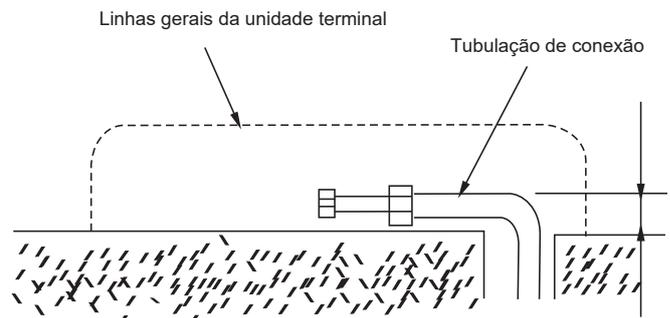

Figura 5.4
1. Use as seguintes operações para juntar o tubo de conexão esquerdo com o tubo de conexão traseiro (esquerdo). Dobre o tubo e coloque-o no máximo a 43 mm da parede (figura 5.4).